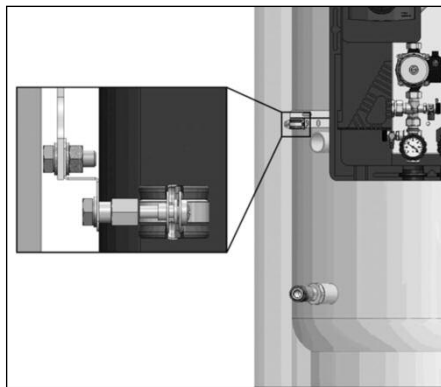

Fig. 6.7
- Monter le collier d'attache par serrage (voir fig. 6.7)